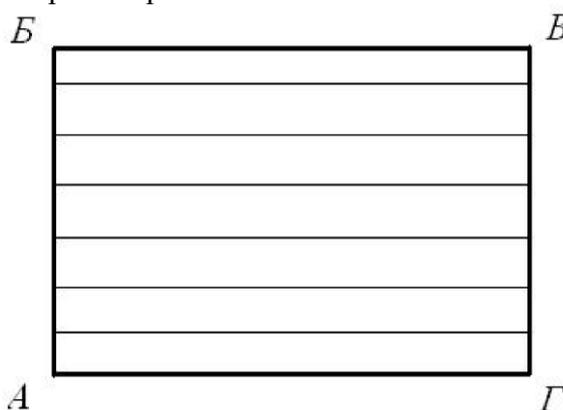

Рис. 1. Столярный щит:
**Дано.** На станке с ЧПУ производится обработка по контуру столярного щита, склеенного из древесины сосны, влажностью  $W = 10\%$  (рис. 1). Толщина щита 20 мм, диаметр фрезы  $d = 10$  мм, количество зубьев  $Z = 2$ , разность радиусов боковых режущих кромок  $D = 0,05$  мм, длина консольной части фрезы  $l = 40$  мм, глубина фрезерования  $t = 2$  мм, глубина микронеровностей обработанных поверхностей  $Ra = 100$  мкм.